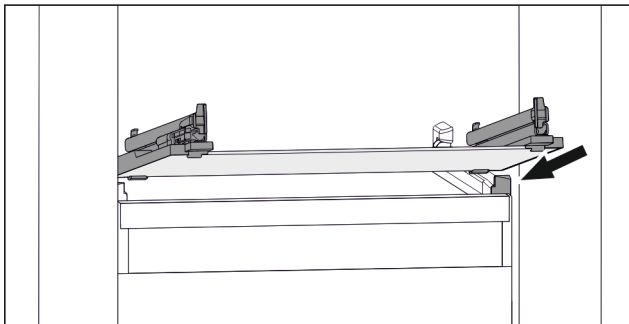

Fig. 154 Príklad zobrazenia sklenenej dosky
- ▶ Nasadte sklenenú dosku šikmo za zárážkami. (pozri Fig. 154)